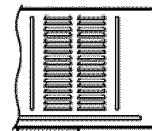

Figura 1
2. Conecte una manguera de purga de 9/16" de diámetro interior al tubo de purga como se muestra en la Figura 1.